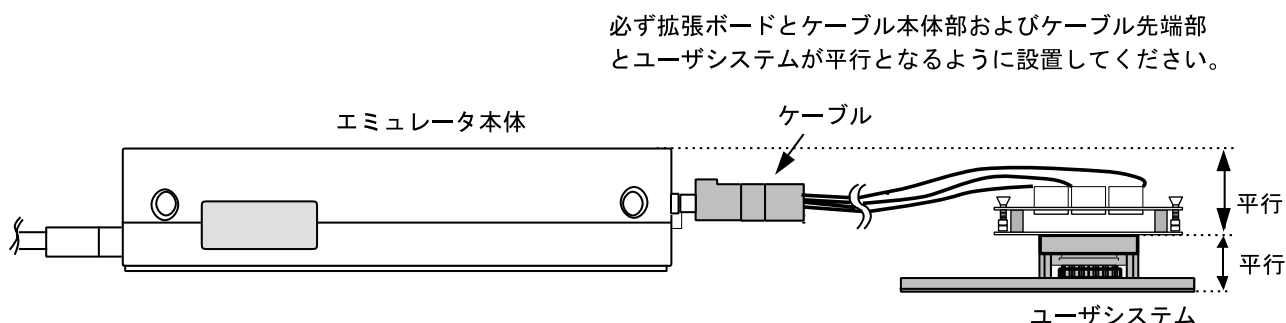

図10 設置例
- (1) ユーザシステムへの接続時には1ピン位置に十分注意して、誤接続は絶対にしないでください。
- (2) 本ユーザシステムインタフェースケーブルを使用する場合の推奨マウントパッド寸法は、MCU実装用マウントパッド寸法とは異なりますので注意してください。
- (3) 本ユーザシステムインタフェースケーブルは、HS2633EPI61Hエミュレータ専用ですので、他のエミュレータ本体には使用しないでください。
- (4) ケーブル本体部が断線する可能性がありますので、本ユーザシステムインタフェースケーブルの上に重いものや金属等の角の尖ったものを置かないでください。
- (5) ユーザシステムに接続した状態では、ユーザシステムインタフェースケーブル、特にケーブル先端部に無理な力が加わらないように注意する必要があります。図10の設置例を参照してご使用ください。